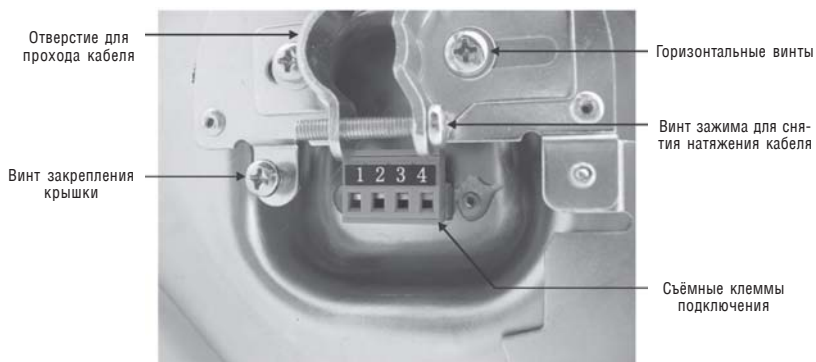

Рис. 4. Подключение и закрепление кабеля
- 5 Отверните горизонтальные винты и затем винты на зажиме для кабеля (см. рис. 4)